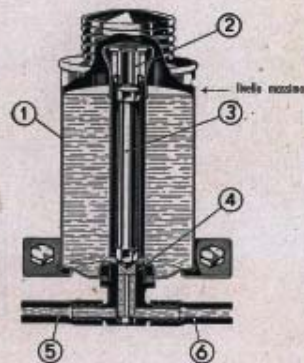

Fig. 37. Sezione del serbatoio olio per la lubrificazione della sospensione anteriore.
Il rifornimento dell'olio, sia per l'effetto frenante che per la lubrificazione, avviene automaticamente a mezzo di uno speciale dispositivo regolabile (ved. fig. 37), che consiste essenzialmente in un piccolo serbatoio (1) ripieno di olio, applicato al centro del cruscotto, sotto il cofano, e collegato agli organi della sospensione a mezzo di due tubi di gomma e tela (5) e (6).
Il livello è normale quando l'olio sfiora l'estremità inferiore della molletta del tappo di regolazione (2) (ved. fig. 37).